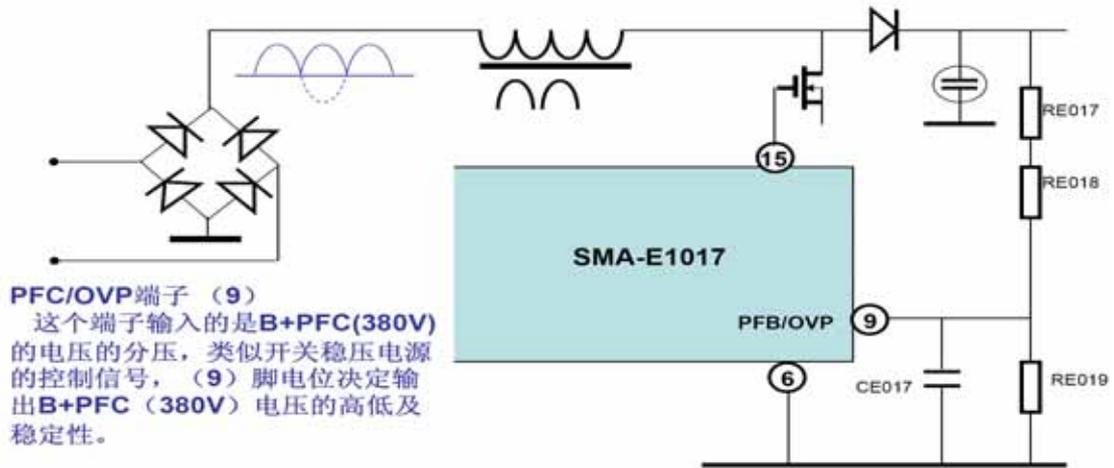

图8 B+PFC 稳压控制
**#9脚:** B+PFC 电压检测及稳压控制, 参见图 8。#9 脚 B+PFC 输出电压控制端, 外接分压取样电阻, RE017、RE018、RE019 分压点上电位的变化直接反映了 B+PFC 的变化 (图 8), NE001 (SMA-E1017) 内部根据 #9 脚的变化调整 #15 脚的激励输出, 使 B+PFC 电压趋于稳定 (其电路类似于普通开关电源的稳压控制电路)。RE017 及 RE018 为 2M 高阻值电阻, 该电阻极易产生开路故障, 应选用功率大些质量较好的电阻, 最好选用金属膜电阻。